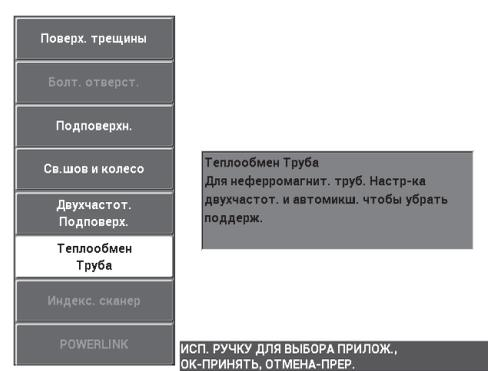

Рис. 5-136 Приложение Контроль теплообменных труб
2. Нажмите клавишу меню ADV SETUP () и выберите **ВЫБР ПРИЛ.** (клавиша A), чтобы открыть меню выбора приложений. С помощью ручки регулятора выберите **Теплообмен|Труба** и нажмите  для подтверждения (см. Рис. 5-136 на стр. 237).